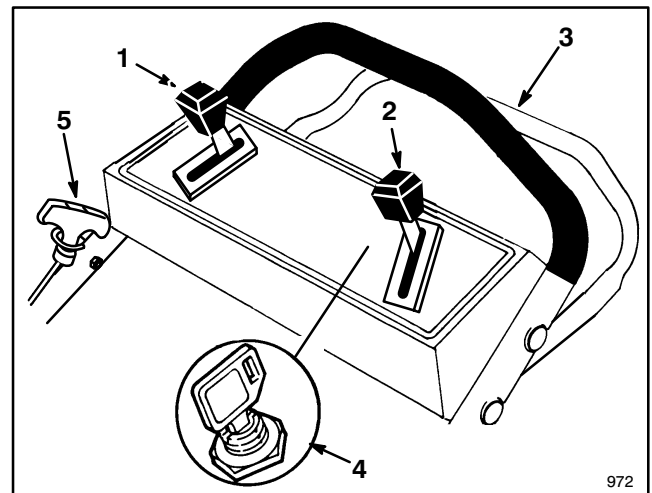

Figure 11
COMMANDES—La clé de contact (modèles à démarreur électrique), la commande des gaz, le sélecteur de vitesse d'avance, la barre de commande d'autotraction et la poignée du lanceur se trouvent en haut du mancheron (Fig. 11).
5. DÉMARRAGE ÉLECTRIQUE—Serrer la barre de commande contre le mancheron. Tourner la clé de contact sur  (DÉMARRAGE) et la relâcher lorsque le moteur commence à tourner. Lorsque le moteur tourne, régler le régime du moteur comme souhaité. Si la charge de la batterie est insuffisante pour démarrer, utiliser le lanceur à corde (Fig. 11). Laisser le moteur se réchauffer. La tondeuse peut être utilisée durant le chauffage de mise en route.